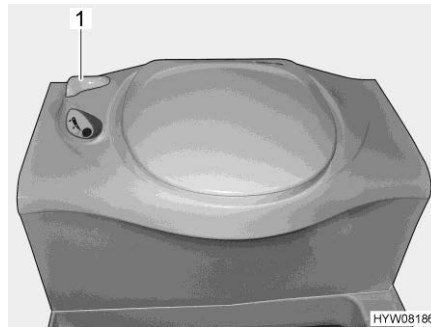

Fig. 295 Toilettes Thetford
- Avant d'actionner la chasse d'eau, ouvrir le curseur des toilettes Thetford. Tourner pour cela le levier du curseur (Fig. 295,1) dans le sens inverse des aiguilles d'une montre.
- Après avoir actionné la chasse d'eau, fermer le curseur. Tourner le levier du curseur (Fig. 295,1) dans le sens des aiguilles d'une montre.